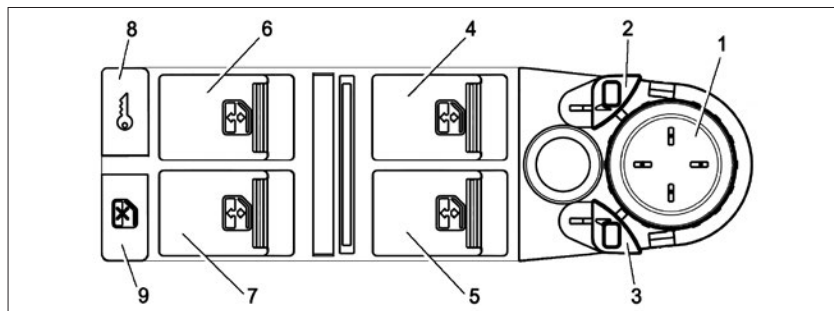

Рис. 11. Модуль двери водителя (в варианном исполнении)
**Для управления зеркалами** нужно включить зажигание и нажать соответствующую кнопку выбора зеркала. Кнопку 2 (рис. 11) с символом  **(в варианном исполнении)** символ ), если нужно управ-
лять левым зеркалом, или кнопку 3 (рис. 11) с символом  **(в варианном исполнении)** символ ), если нужно управлять правым зеркалом. При нажатии кнопки символ в ней начнет подсвечиваться оранжевым светом в течение некоторого времени – это означает возможность управления выбранным зеркалом. Если подсветка погасла, значит управление зеркалом прекратилось, при необходимости нажмите кнопку еще раз. После выключения зажигания остается возможность управления зеркалом еще в течение времени около 90 секунд, если ни одна дверь не была открыта. В любом случае управление зеркала-
Управлять положением зеркала нужно при помощи джойстика 1 (рис. 11). Следует добиться необходимого положения зеркала, поочередно нажимая на одну из рисок.